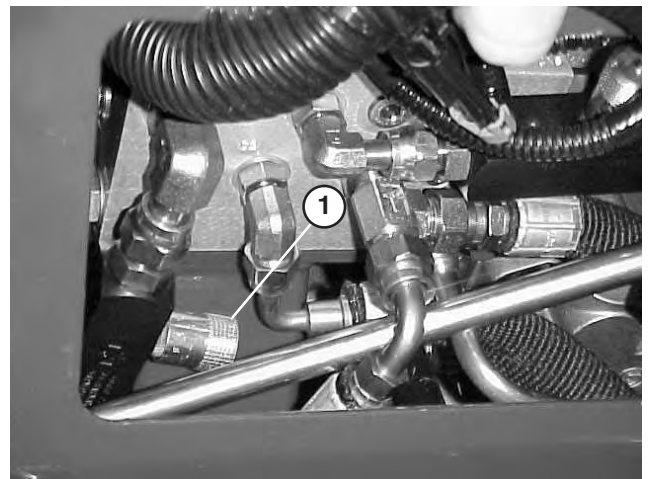

Bild 62
1. Suchen Sie das Ventil rechts am Hubblock (Bild 62).